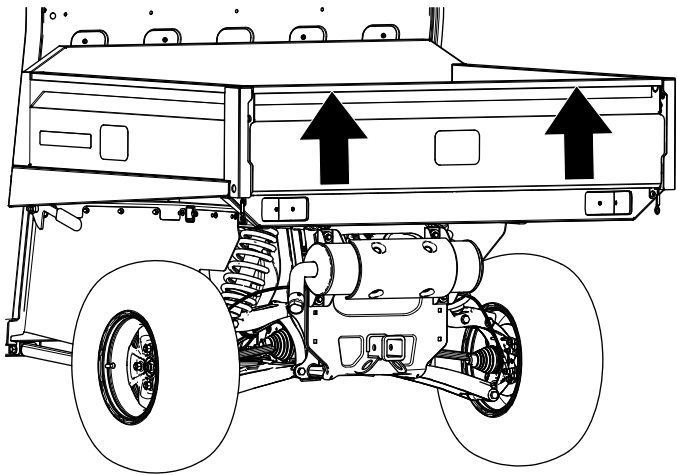

Figura 43
2. Eleve el portón trasero con las dos manos mediante el reborde cerca de la parte superior del portón trasero (Figura 43).